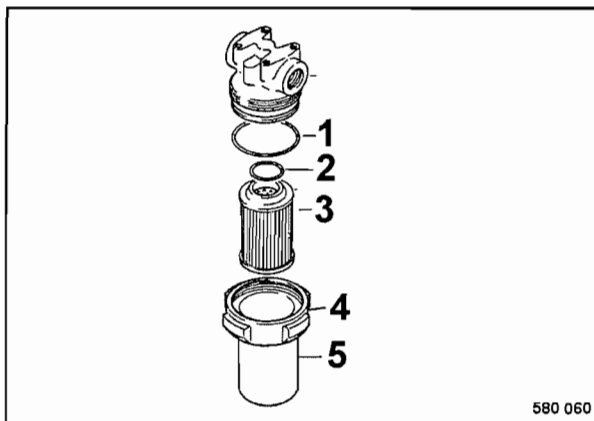

Fig. 99
- Desenroscar la tuerca tapón 4 (Fig. 99), y retirar la caja filtradora (5) con el elemento filtrante (3).